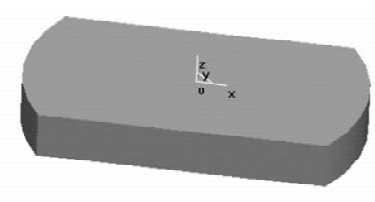

图 6-8 拉伸增料
5. 单击“拉伸增料”图标 , 设定拉伸类型为“固定深度”, 深度值为 15, 单击“确定”按钮, 结果如图 6-8 所示。